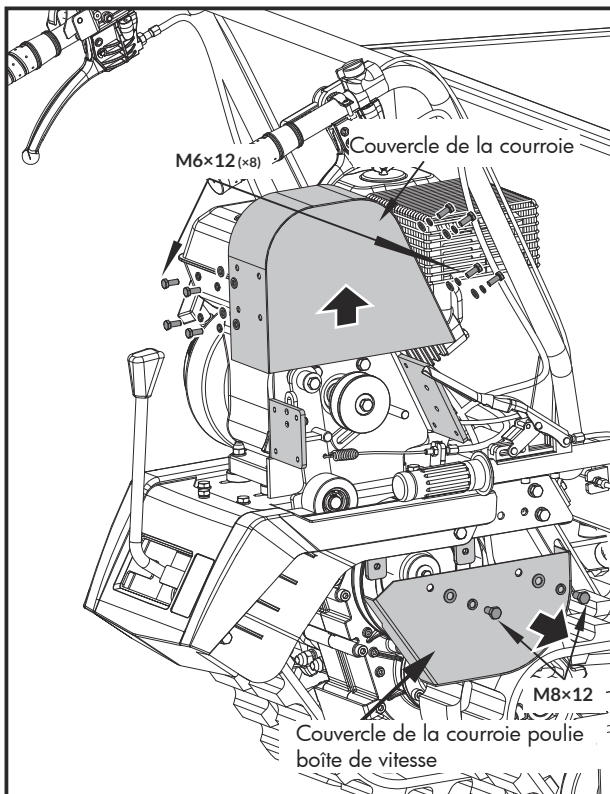

Figure 15
1. Retirez le couvercle de la courroie comme indiqué sur la figure 15.